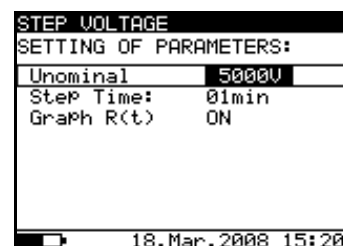

Bild 25. Einstellmenü bei der Stufenspannungsprüfung
- Drücken Sie die Taste **SELECT**; das Einstellmenü (**Bild 25**) erscheint im Display.